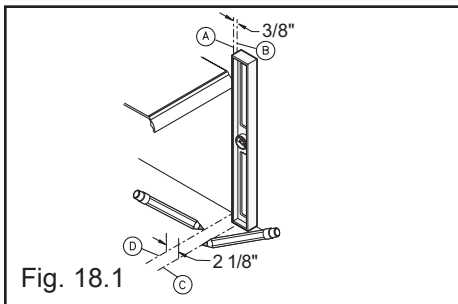

Fig. 18.1
Set the level against the bathtub and trace a vertical line to the floor (A). Trace a second line 3/8" towards the outside (B). Fig. 18.1.
On the floor, trace a line perpendicular to the one already traced on the wall (C) and a second line 2 1/8" from it towards the inside (D). Fig. 18.1.
Appuyer le niveau contre la baignoire et tracer une ligne verticale jusqu'au plancher (A). Tracer une seconde ligne à 3/8" de celle-ci vers l'extérieur (B). Fig. 18.1.
Sur le plancher tracer une ligne perpendiculaire à celle déjà tracée sur le mur (C) et une seconde ligne à 2 1/8" de cette dernière vers l'intérieur (D). Fig. 18.1.
Apoyar el calibre contra la tina de baño y trazar una línea vertical hasta el piso (A). Trazar una segunda línea a 3/8" de ésta hacia el exterior (B). Fig. 18.1.
En el piso, trazar una línea perpendicular a la que se ha trazado en la pared (C) y una segunda línea a 2 1/8" de ésta hacia el interior (D). Fig. 18.1.